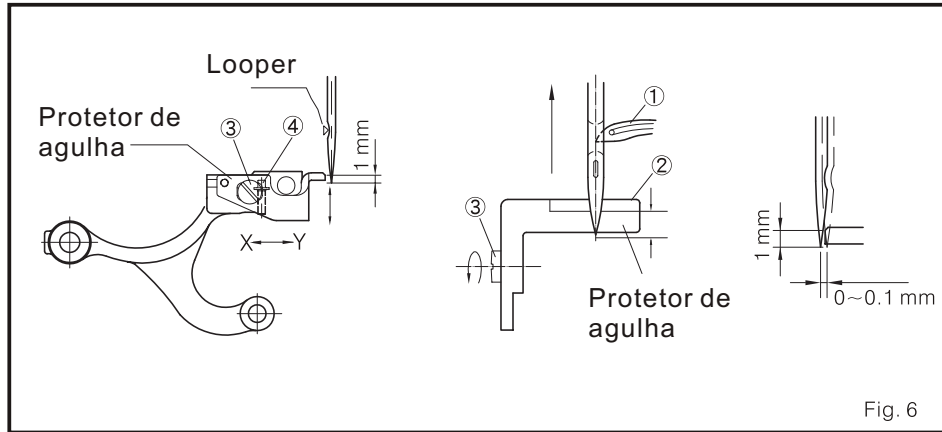

Fig. 6
1. Como mostra o Fig. 6, quando a gorjeta do looper 1 se mova de direito para esquerda e a parte de trás separa do centro da agulha, a distância entre o ângulo oblíquo do protetor de agulha 2 e a agulha 1 será próximo 1 mm. Naquele momento, o protetor da agulha 2 empurrado ate diante à agulha aproximadamente 0-0.1 mm.
- (1) solta o parafuso 3 e mova-lo em direção X ou Y.
(2) gira o parafuso 4 para poder controlar a posição superior/inferior do protetor de agulha. Gire em direção dos ponteiros do relógio para baixar o protetor, ou gire em direção contrária subi-lo.
(3) fixa o parafuso 3 depois de ajustar o protetor de agulha como no Fig. 6.